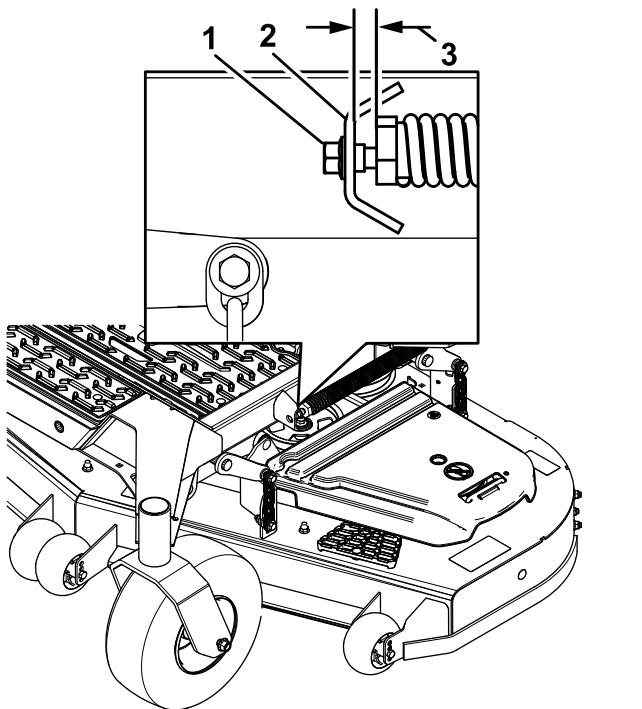

Figura 106
10. Afloje lentamente el tornillo de ajuste del muelle auxiliar de elevación hasta que pueda retirar el tornillo (Figura 106).